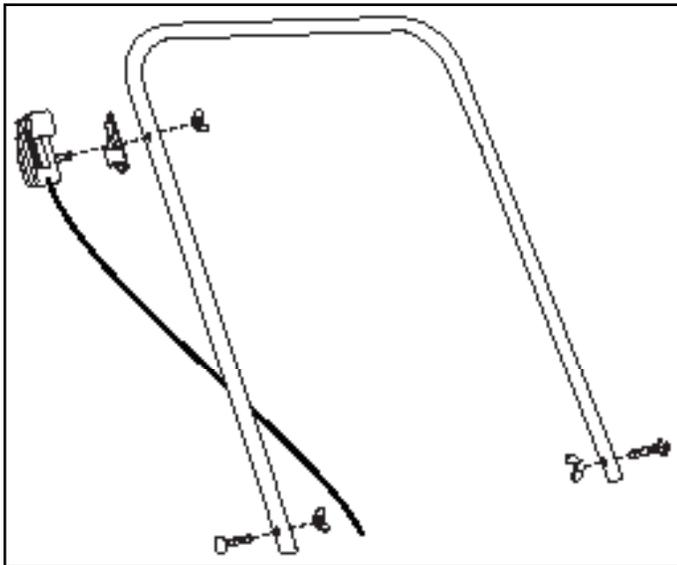

FIGURE 1
1. Monter le tube de poignée aux tubes de béquille avec les deux boulons de carrosserie de 1/4 po. x 2 po. et les écrous à ailettes. Voir la figure 1.
2. Fixer le fil de commande sur le tube de poignée avec un boulon de carrosserie de 1/4 po. x 2 po. et un écrou à ailettes en nylon. Voir la figure 1.
2. Pour faciliter l'application, travailler tout d'abord sur les bords les plus courts de la pelouse, en réalisant deux bandes « de tête » pour une zone de retournement, puis épandre entre les bandes de tête. Voir la figure 1.